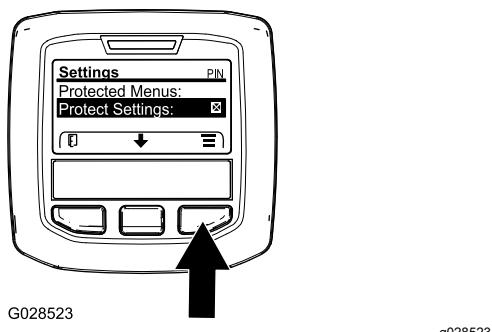

Рисунок 33
1. В MAIN MENU (Главном меню) с помощью средней кнопки прокрутите меню вниз к пункту SETTINGS MENU (Настройки), и нажмите правую кнопку (Рисунок 33).